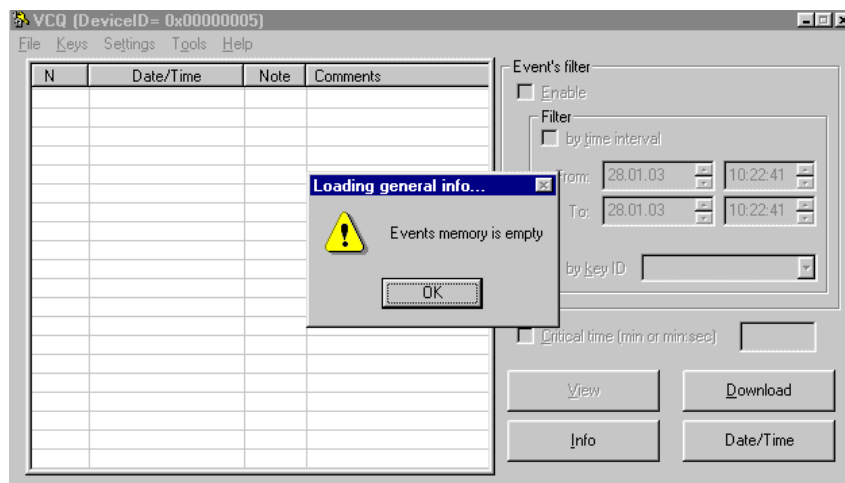

Рис. 15
- 2) Если на экране появилось сообщение следующего содержания (Рис. 15), то это означает, что память устройства пуста. Однако при этом можно получить информацию об устройстве (см. пункт 4.7).